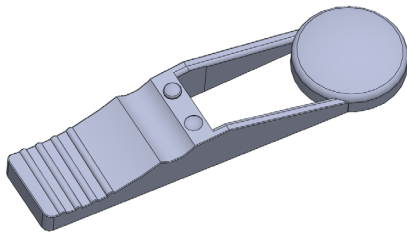

图 6-16 打开素材模型
(1) 单击常用工具栏中的【打开】按钮, 打开一幅素材模型, 如图 6-16 所示。